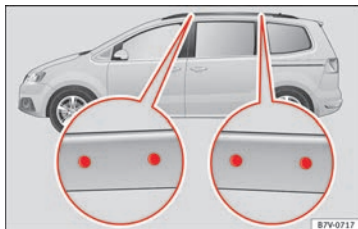

Fig. 174 Puntos de fijación de los soportes básicos y del portaequipajes de techo.
Los orificios de posicionamiento se encuentran en el lado interior de las barras laterales del techo » **fig. 174.**
- El soporte básico debe fijarse únicamente en los puntos indicados en la ilustración » **fig. 174.**